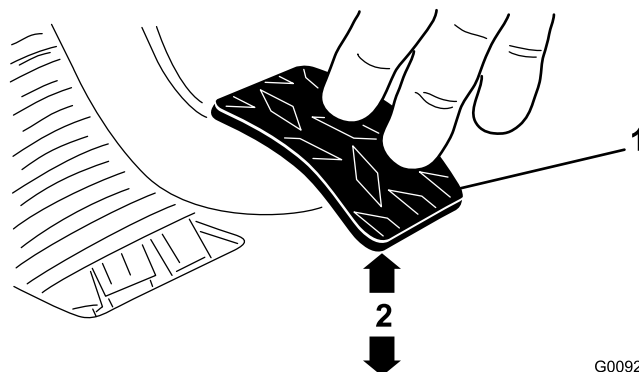

Figura 70
3. Regolate i controdati o il giunto a sfera fino a quando, applicando sul pedale una forza di 1,8 kg, il bordo inferiore posteriore del pedale della frizione si trova a una distanza di $9,5 \pm 0,3$ cm dalla superficie con motivo a rombi del pianale del veicolo (Figura 70).